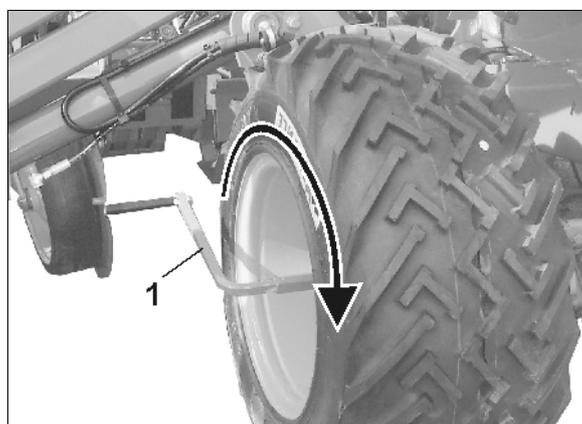

Fig. 25
6. Insérez la manivelle dans l'arbre (Fig. 25/1) au niveau de la roue d'entraînement droite.